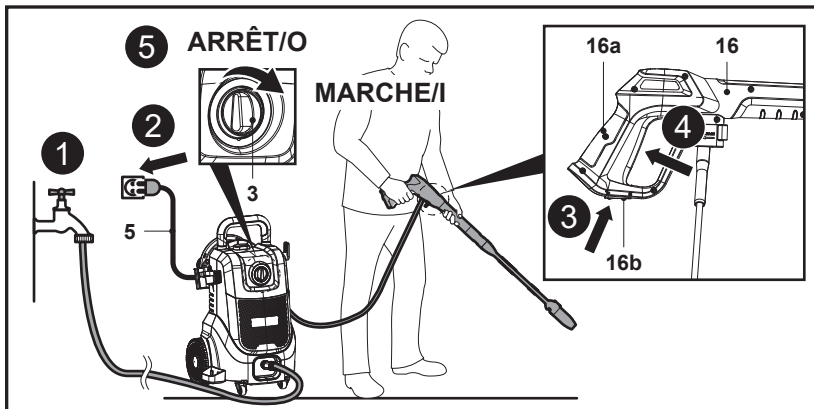

Fig. 19
1. Ouvrir le robinet pour laisser l'eau s'écouler dans la pompe (Fig. 19, étape 1).
2. Brancher le cordon d'alimentation (5) à la source d'alimentation en s'assurant que l'interrupteur rotatif marche / arrêt (3) est en position d'arrêt (Fig. 19, étape 2).
3. Tirer vers l'arrière le verrouillage de la gâchette (16b) au bas du pistolet de pulvérisation (16) pour déverrouiller la gâchette du pistolet de pulvérisation (16a) (Fig. 19, étape 3).
4. Appuyer à fond sur la gâchette (16a) jusqu'à produire un débit d'eau constant pour évacuer l'air de la machine et du tuyau d'alimentation en eau (Fig. 19, étape 4). Relâcher la gâchette du pistolet de pulvérisation (16a).
5. Mettre la machine en marche en tournant l'interrupteur rotatif marche / arrêt (3) pour le mettre en position « I » (Fig. 19, étape 5).